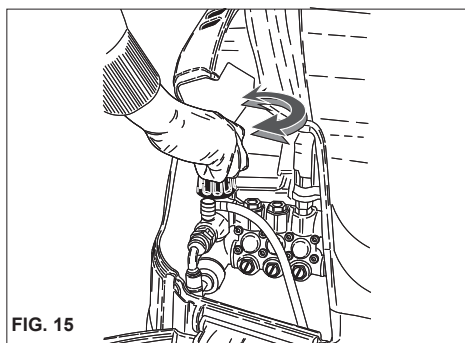

FIG. 15
Trykkregulatoren, fig. 15 gjør at brukeren kan regulere arbeidstrykket. Når knapp C vris moturs (B) (minimum), reduseres driftstrykket.